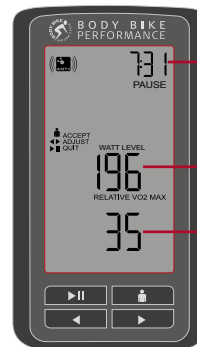

Рис. 40
7. Продолжайте данную процедуру до тех пор, пока вы не сможете прогрессировать дальше. Для завершения теста нажмите любую клавишу. На дисплее отобразится ваше сравнительное значение VO2 max и уровень в ваттах (см. рис. 40). Нажмите или для подтверждения и выхода или используйте клавиши для регулировки.